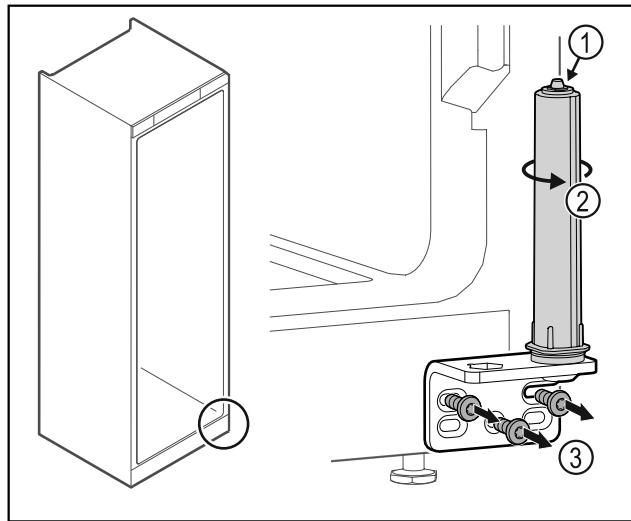

Fig. 18
► Не розбирати систему закриття дверей Fig. 18 (1).
- Повернути систему закриття Fig. 18 (2) до клацання.
- Відкрутити шарнірний кутик Fig. 18 (3).